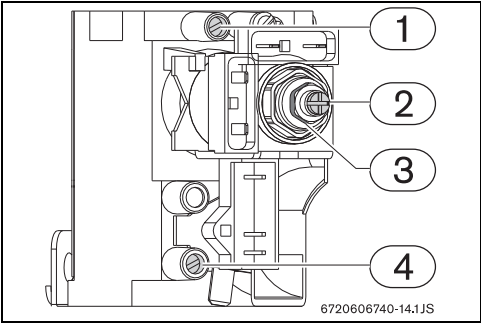

Fig. 15 Punti di controllo/regolazione gas
- Con una chiave di misura corrispondente, ruotare il dado (→Fig. 15, [pos. 3]).
- Tenere fermo il dado (→Fig. 15, [pos. 3]) con una chiave di misura corrispondente.
- Con un cacciavite **non magnetico** ruotare la vite (→Fig. 15, [pos. 2]).